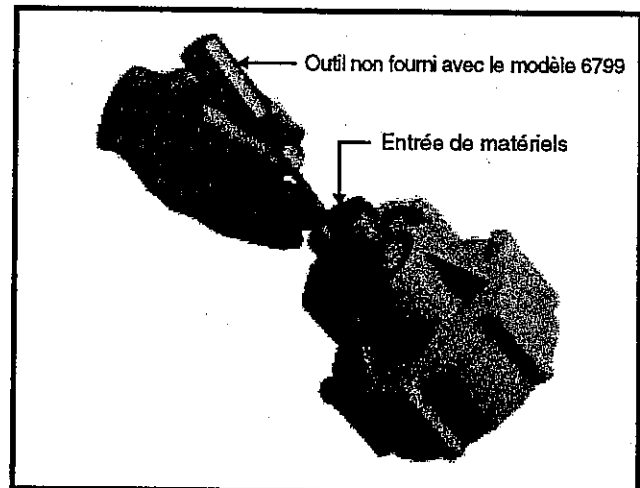

Figure 12 : Vérification de l'entrée de matériels
6. Retirez le tuyau d'entrée et regardez dans l'orifice d'entrée de matériel pour vérifier si la soupape d'aspiration inférieure n'est pas à sa place à cause de déchets ou débris (Figure 12). Dégagez et nettoyez en cas d'obstruction.